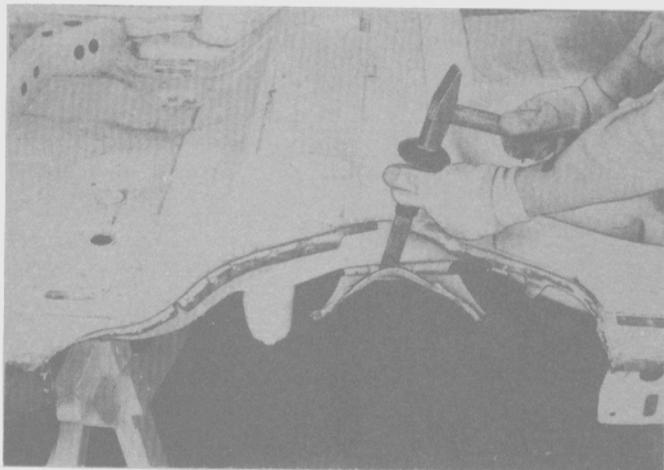

Fig. 240
- Retirar los restos del panel de las pestañas (Fig. 240).